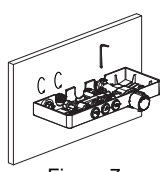

Figura 7
- Vuelva a conectar el panel de ducha termostático en la pared. Utilice una llave para asegurar el tornillo de cobre y para conectar el conector de agua caliente y el conector curvo (Figura 7).